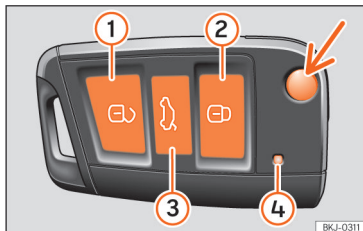

Abb. 63 Fahrzeugschlüssel für das Fahrzeug.
Zum Ein- und Ausklappen des Schlüsselbarts drücken Sie die Taste »» (Abb. 63) (Pfeil).
Durch kurzes Drücken einer Taste auf dem Fahrzeugschlüssel blinkt die Kontrollleuchte ④ »» (Abb. 63) einmal kurz, bei längerem Drücken blinkt diese jedoch mehrere Male, z. B. beim Komfortöffnen.